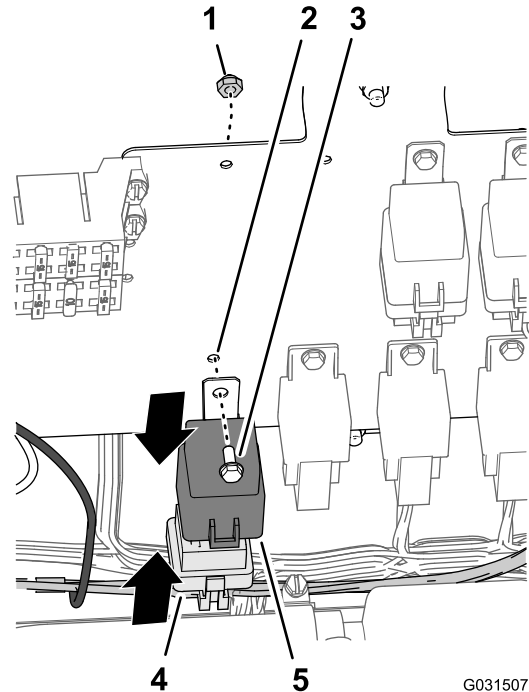

Bild 201
1. Fluchten Sie am Motorraumzweig (197 cm) des Kabelbaums das Relais mit dem 5-Buchsen-Stecker des Kabelbaums für das Finishingkit aus (Bild 201).
2. Stecken Sie die Stifte des Relais in die Buchsen des Steckers (Bild 201).
3. Fluchten Sie das Loch in der Befestigungsnase des Relais mit dem Loch in der Kabelplatte aus (Bild 201).
4. Befestigen Sie das Relais mit der Bundkopfschraube (Nr. 10 x 1/2") und Sicherungsmutter (Nr. 10) an der Platte (Bild 201).